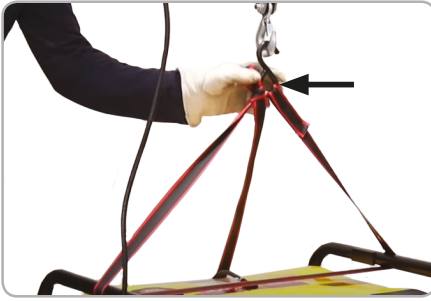

Fig.12
- Ridicați sarcina până la jumătate din înălțimea maximă de ridicare și verificați dacă aceasta stă fixă și dacă cablurile de susținere sunt în locul lor (Fig.12).